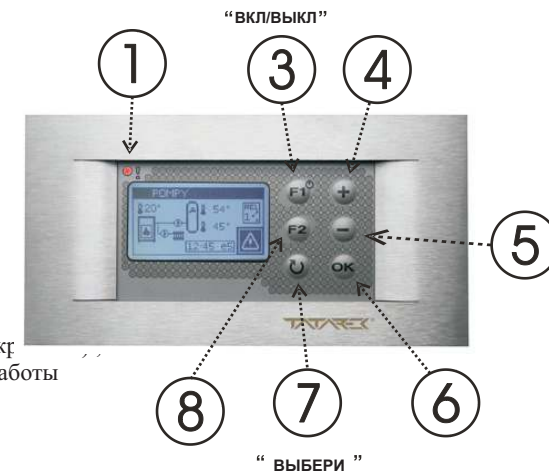

Рис.2 Вид панели управления
На панели управления (Рис. 2) находятся элементы контролирующей работу регулятора. В выключенном состоянии горит только оранжевый индикатор (1) режима ожидания и на графическом дисплее указана температура в водяном контуре и текущее время. Включение регулятора осуществляется продолжительным нажатием (не менее 1 сек.) кнопки ВКЛ/ВЫКЛ (3). Чтобы выключить регулятор следует повторно нажать кнопку (3) и удерживать ок. 1 сек. В случае пропадания напряжения в сети регулятор автоматически возвращается к состоянию перед его пропаданием.